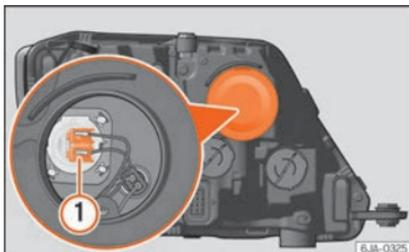

Fig. 91 Cambio de lámpara de la luz de carretera.
- Extraiga el conector »» **fig. 91** ① tirando hacia afuera.